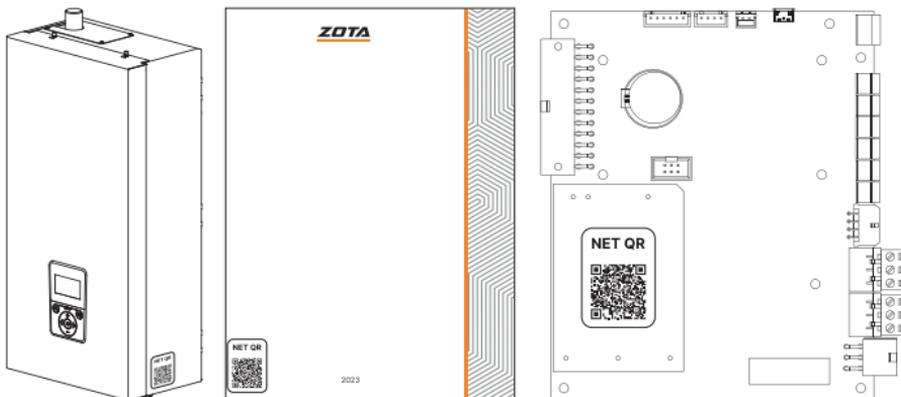

Рис.21 Примеры мест расположения QR-кодов для добавления котла в приложение ZOTA Net
3. На блоке управления контроллером (см. Рис.21).